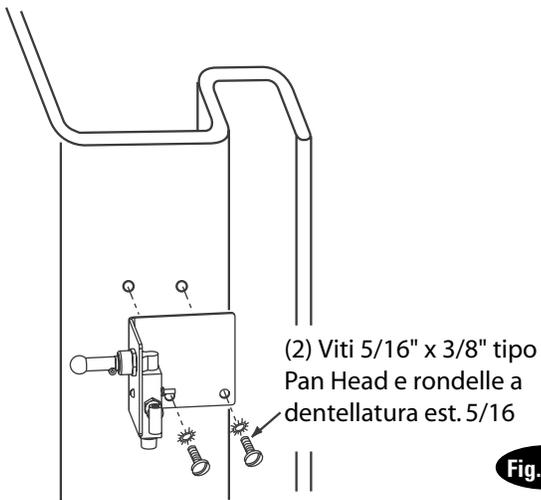

Fig. 15a
- F) Montare alla colonna l'interruttore di abbassamento e la staffa mediante delle viti (2) da 5/16"-18NC x 3/8" di tipo PHMS, Fig. 15a.